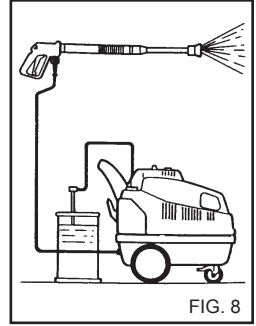

FIG. 8
- 3) Después del uso con detergente, aclarar el circuito de aspiración; introducir el tubo de aspiración del detergente (fig. 8) en un bidón de agua limpia y hacer funcionar la bomba durante 1 minuto con el grifo de dosificación completamente abierto y la lanza en fase de suministro de detergente.
4) Después del uso con detergente, aclarar el circuito de aspiración, introducir el tubo de aspiración (fig. 8) del detergente en un bidón de agua limpia y hacer funcionar la bomba durante 1 minuto con el grifo de dosificación completamente abierto y la lanza en fase de suministro del detergente.